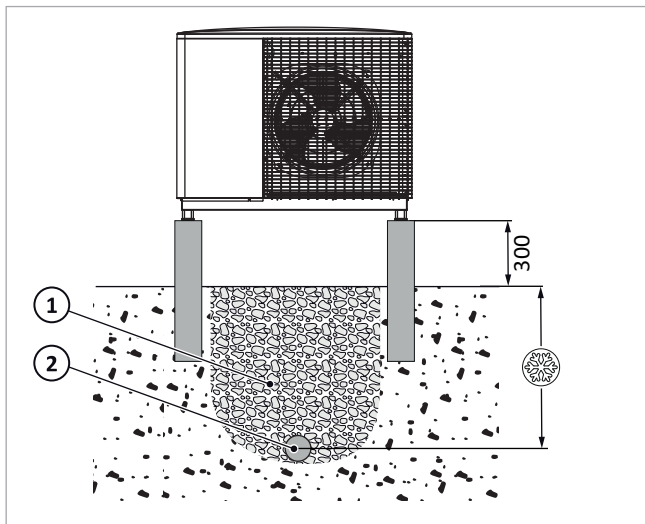

Abb. 18: SolvisLea Pro auf Streifenfundament - ohne Kondensatwanne
1. Streifenfundament oder Kantsteine in vorgegebener Höhe errichten (siehe → Abb. 18).